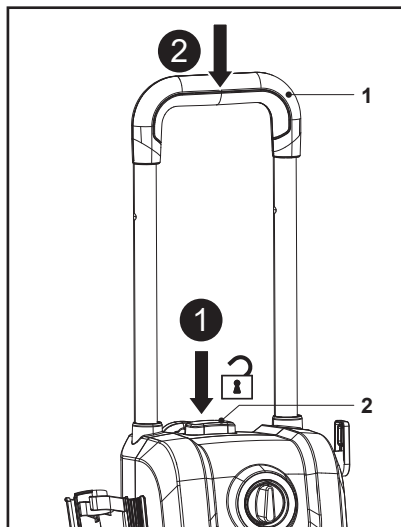

Fig. 16
2. Prima sem soltar o botão de bloqueio da pega (2) e, em seguida, prima a pega de transporte (1) para a recolher (Fig. 16).